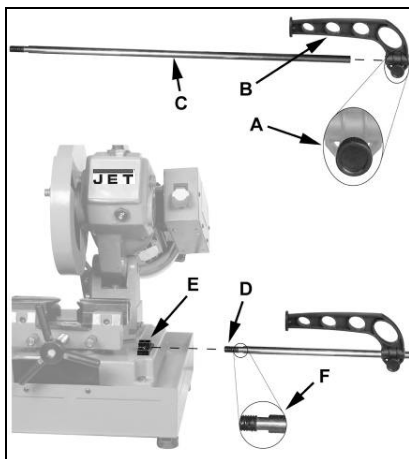

Рис. 2
Вверните штангу упора (C, Рис. 2) в держатель (E) и затяните.